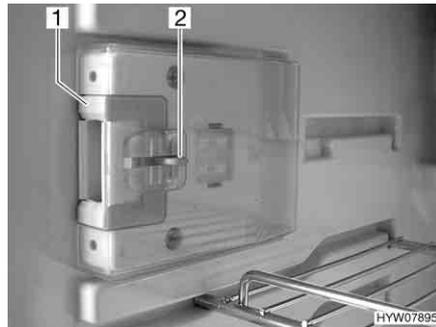
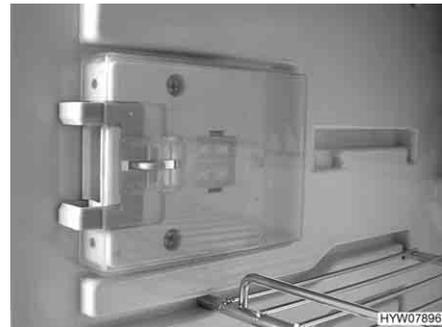

Fig. 160 Dispositivo de cierre en posición normal
Fig. 161 Dispositivo de cierre en posición de ventilación
- Hundir el desbloqueo (Fig. 160,2).
- Empujar el dispositivo de cierre (Fig. 160,1) hacia delante (Fig. 161).